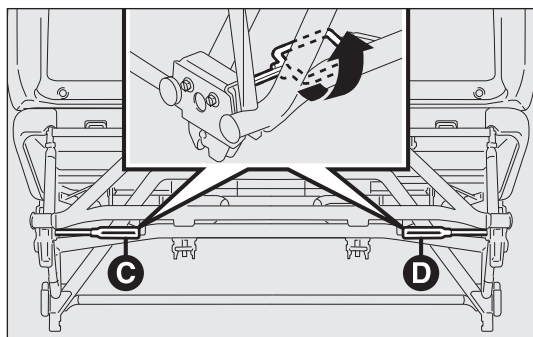

fig. 36
- de la position repliée, actionner les leviers C et D-fig. 36 en les tournant vers l'avant (comme indiqué sur la plaquette autocollante située sur la traverse inférieure) ;